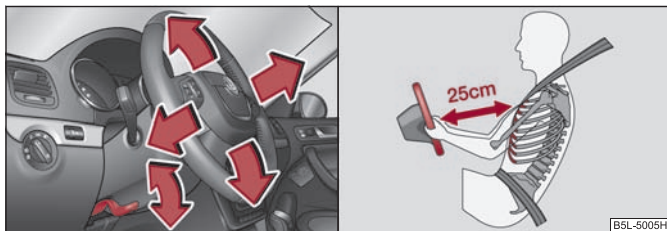

Fig. 113 Volante regulable: Palanca debajo de la columna de dirección / distancia segura desde el volante
- Gire la palanca situada bajo la columna de dirección ⇒ fig. 113 hacia abajo ⇒ ⚠.
- **El conductor se ha de mantener a una distancia mínima de 25 cm del volante ⇒ fig. 113. Si no respeta la distancia mínima, el sistema de airbag no podrá protegerle - ¡Peligro de muerte!**